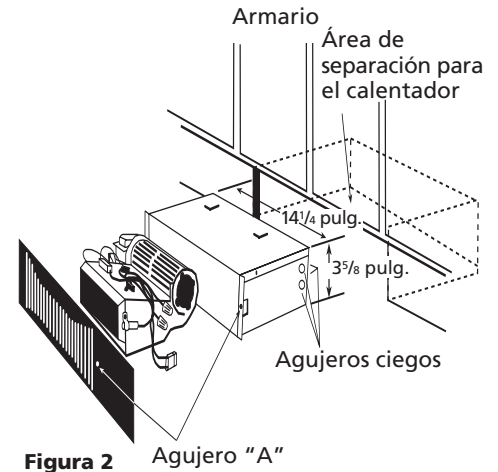

Figura 2 Agujero "A"
1. Corte una abertura de 141/4 pulg. x 35/8 pulg. (361.9 x 92.1 mm) en el lugar deseado como se muestra en la Figura 2. Mantenga el área de separación libre de obstrucciones.
3. Determine cuál agujero ciego de la caja será utilizado para el cableado realizado en el campo y destápelo (consulte la Figura 2). Instale el aliviador de esfuerzo (suministrado en el campo).
5. Realice las conexiones de cable, conectando el cableado de campo a dos (2) conductores de acometida
8. Empleando los orificios en las bridas de la caja como una plantilla, fije la rejilla delantera y el calentador. Para hacer esto, taladre dos agujeros de 0.093 pulg. (3/32 pulg.) (2.3 mm) de diámetro en la tabla o panel del armario e instale dos tornillos No. 6 x 3/4 pulg. (152.4 x 19 mm) (suministrados) a través del agujero "A". Consulte la Figura 2.